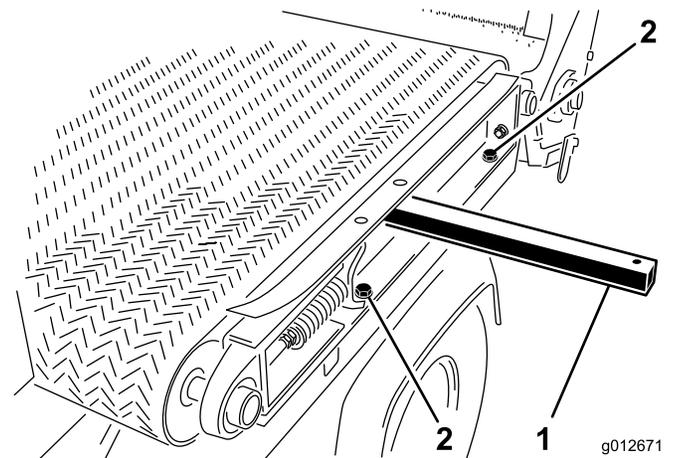

図 35
1. 装置の左側で、スライダフレームレールを左フェンダに組み付ける 図 35 スライダベッドを分解する (ページ 23)で取り外したキャップスクリュ2本とワッシャ2枚を使用し、キャップスクリュを締め付ける。